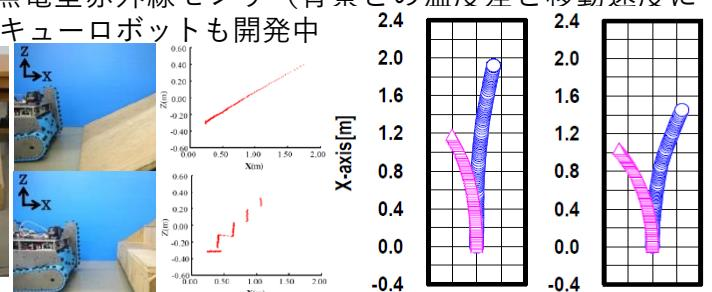

図2 走行軌跡
- 上り階段走行（傾斜35°）：IMUフィードバックなしでは曲がったが、ありでは若干右に曲がる（クローラの空回り）ものの登段達成（図2右）